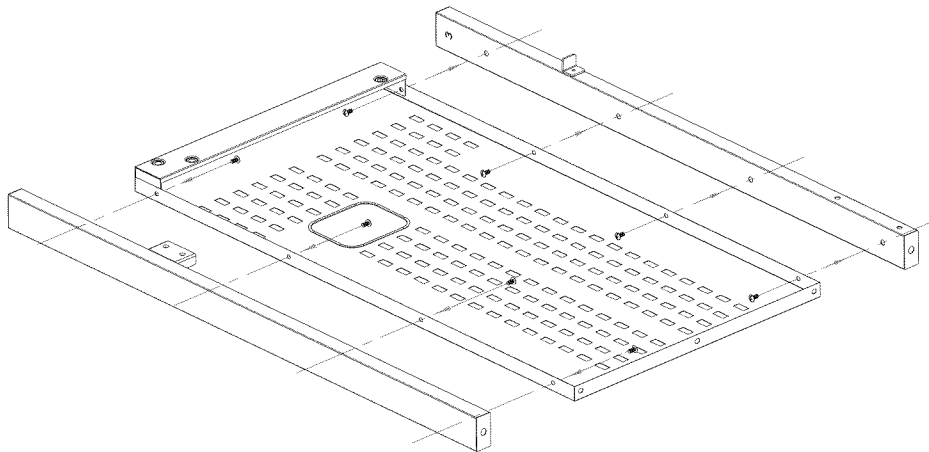

Fig. 2
1. Para sujetar el panel izquierdo, alinee los orificios de la pata izquierda con los orificios del panel izquierdo (marcada "L") como se indica en la **Fig. 2**.
2. Sujete la pata frontal izquierda (marcada "Left Front" [izquierda frontal]) y la pata trasera izquierda (marcada "Left Back" [izquierda trasera]) al panel izquierdo con ocho (8) tornillos M5 x 10 como se señala en la **Fig. 2**.